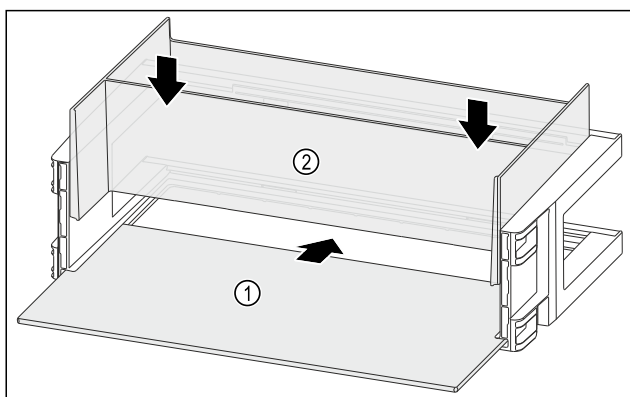

Fig. 117
- Посуньте полицю Fig. 117 (1) у бічні пази.
- Вставте організатор Fig. 117 (2).